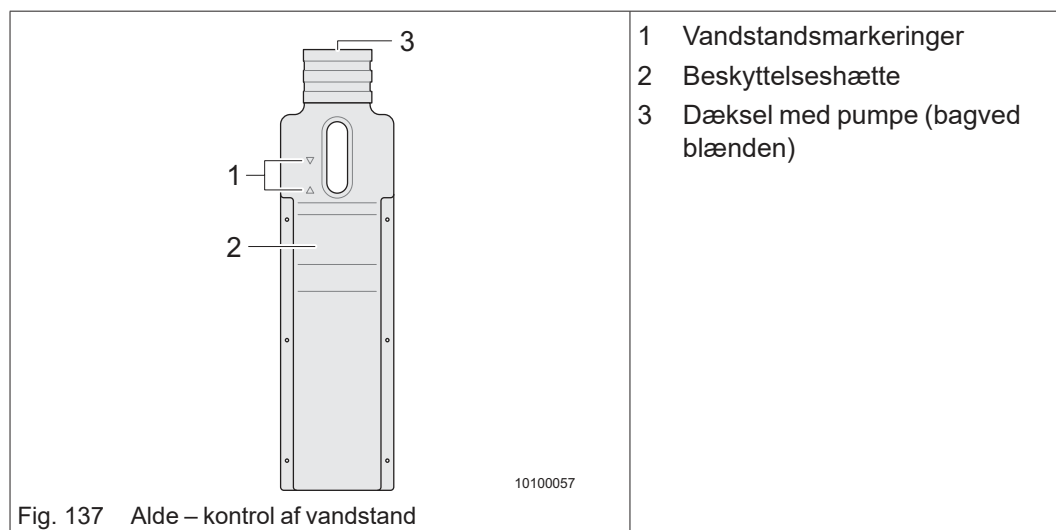

Fig. 137 Alde – kontrol af vandstand
- ➔ Kontrollér, om vandstanden befinder sig mellem de to markeringer (Fig. 137/1).
- ➔ Fjern beskyttelseshætten (Fig. 137/2).
- ➔ Skru dækslet (Fig. 137/3) af, og tag dækslet med cirkulationspumpe langsomt op og ud.